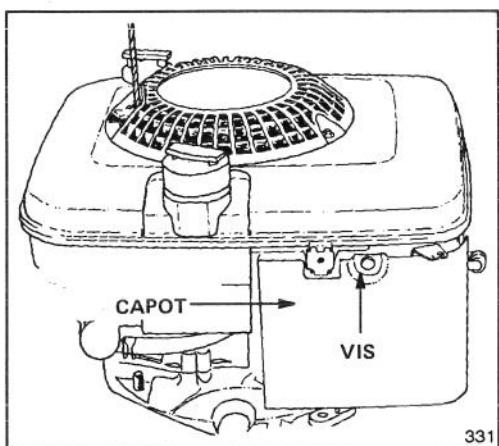

Figure 17
2. Retirer la vis du fixation su filtre à air sur le moteur (Fig. 17). Soulever le couvercle du filtre à air et le nettoyer soigneusement.